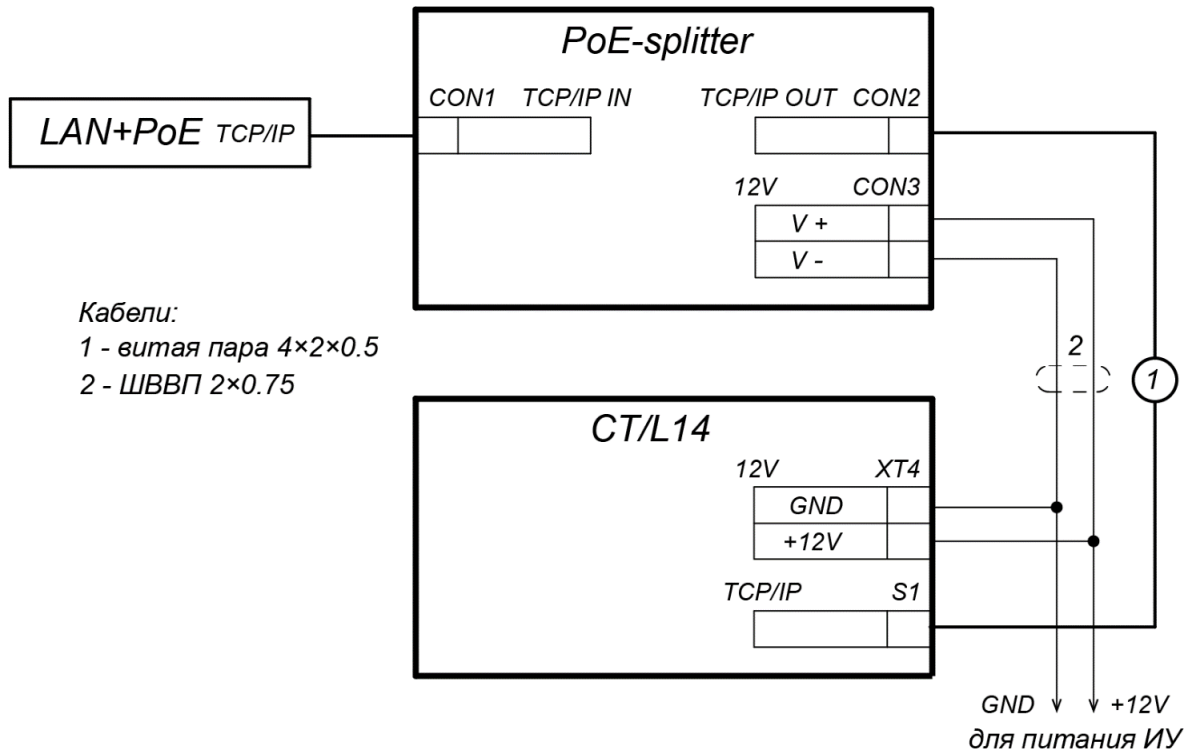

Рисунок 22. Схема подключения контроллера через *PoE*-сплиттер
3. Подключите цепи питания контроллера и при необходимости управляемого им ИУ к разъему **Con3** сплиттера. Схема подключения приведена на рис. 22 (штекер для подключения к разъему входит в комплект поставки сплиттера).